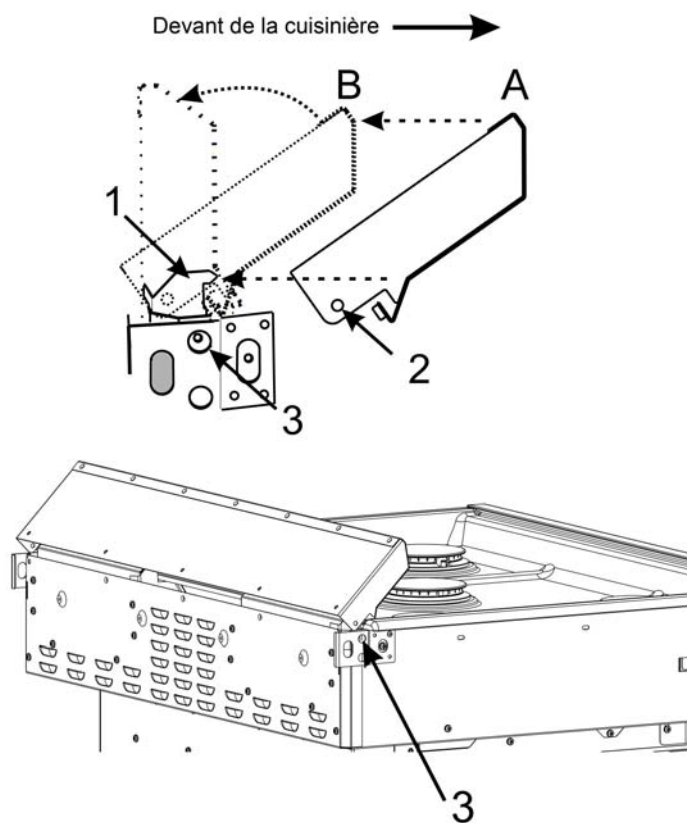

Figure 3: Positionnement du dossier bas
8. Amenez le dossier bas dans la position A (Voir Figure 3: Positionnement du dossier bas), puis déplacez-le vers la position B (en engageant le dispositif d'alignement 1) (ces dispositifs peuvent ne pas correspondre exactement à l'illustration). Faites pivoter le dossier bas en position verticale tout en alignant le trou 2 avec les trous 3 des deux côtés de la cuisinière.